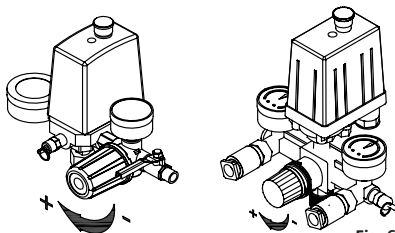

Fig. 6
Regolatore (Fig. 6)
- Regolare la pressione di uscita dell'aria ruotando il regolatore come illustrato nella Fig. 6.